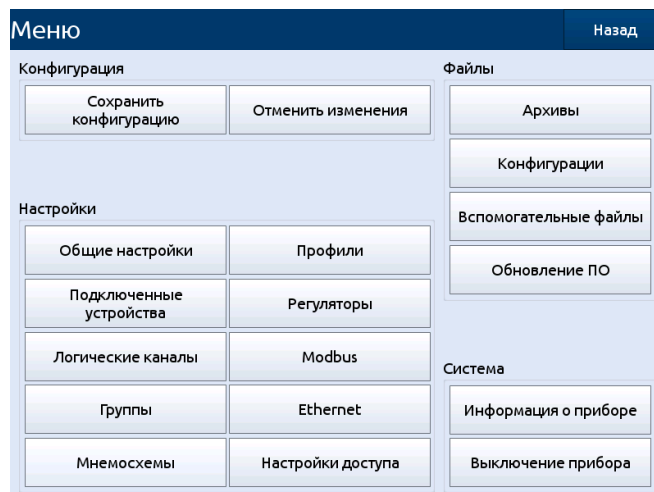

Рисунок 2.24
2.9.1. Вход в главное меню РМТ 79 (см. рисунок 2.24) осуществляется нажатием кнопки [Меню] на панели навигации (см. п. 2.7.3 «Панель навигации»). Меню разделено на области и содержит набор кнопок управления РМТ 79.